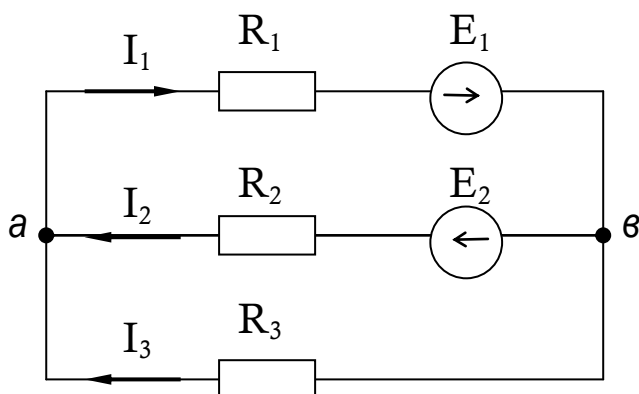

Рис. 1. Разветвленная цепь постоянного тока, содержащая несколько ЭДС
Необходимо определить токи I_1 , I_2 , I_3 , действующие в схеме (рис.1) .
3.1. Произвести расчет схемы (Рис. 1) методом наложения. По результатам предварительных расчетов выбрать необходимые измерительные приборы.
5.1 По заданным значениям ЭДС E_1, E_2 и сопротивлений R_1, R_2, R_3 рассчитать токи в ветвях схемы (рис.1) методом наложения. По результатам предварительных расчетов выбрать необходимые измерительные приборы.
Известно, что в активном сопротивлении R ток $\dot{I}$ совпадает по фазе с напряжением $\dot{U}$, в индуктивности L ток отстает от напряжения на угол 90° , а в емкости C ток опережает напряжение на 90° (рис. 1).